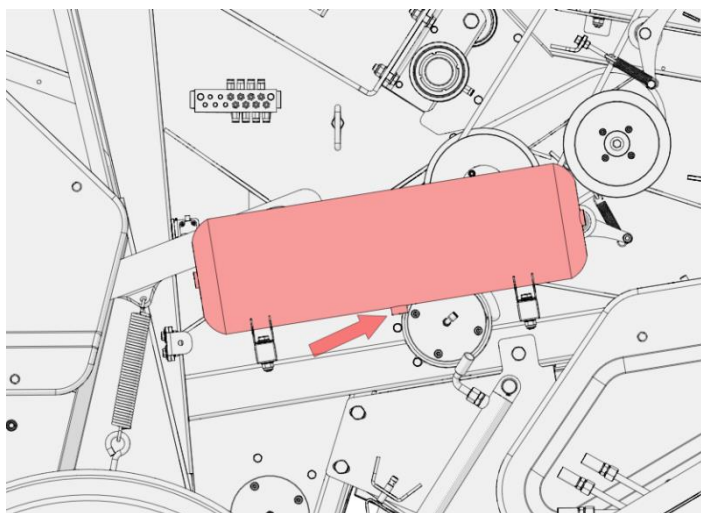

Figura 48. Vaciado del depósito del sistema de frenos
- Tire del pasador de la válvula de drenaje del depósito (figura 48);